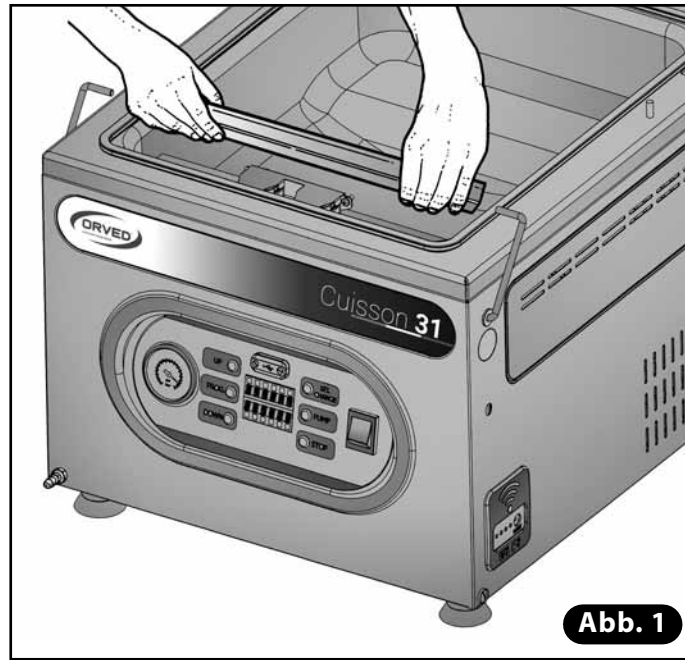

Abb. 1
1) Zum Herausnehmen des Schweißbalkens diesen an beiden Enden fassen und waagrecht anheben (Abb. 1).